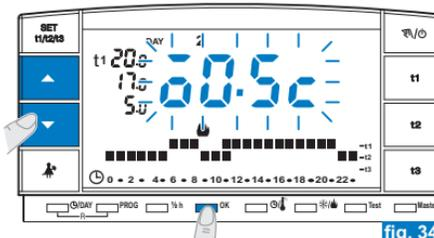

fig. 34
- En appuyant sur les touches **▲ ▼**, configurer la valeur désirée (exemple sur la fig. 34).
- Appuyer **une fois** sur **OK** pour confirmer et revenir au fonctionnement par programme (exemple sur la fig. 34).